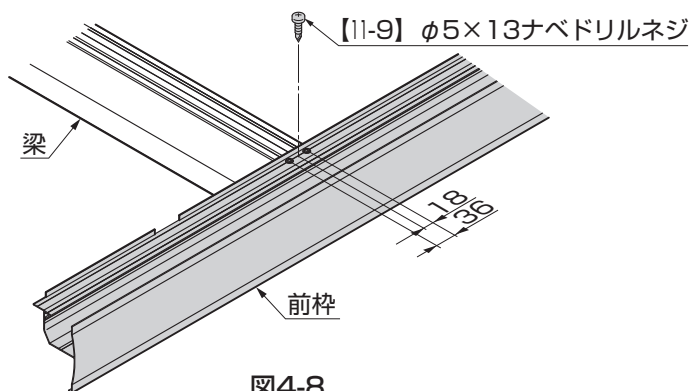

図4-8
⑥57型の場合は、前枠を固定している【11-3】の中間V溝上に【11-9】を取付けてください。（図4-8参照）